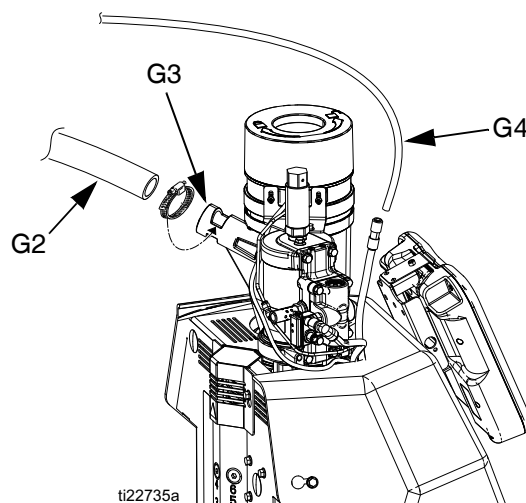

FIG. 8
4. Introduzca la manguera transparente de transferencia de vacío de diámetro exterior de 33 mm (1,3 pulg.) (G2) en la entrada del embudo de transferencia de vacío (G3) y sujete con la abrazadera de la manguera suministrada. La abrazadera debe colocarse sobre las ranuras de la entrada del embudo, donde puede sostener firmemente la manguera de transferencia. Consulte la FIG. 8.
5. Conecte la línea de aire larga suministrada de diámetro externo de 3/8 pulg. (G4) en el accesorio de conexión a presión de 3/8 pulg. de la línea de aire del sistema. Consulte la FIG. 8.